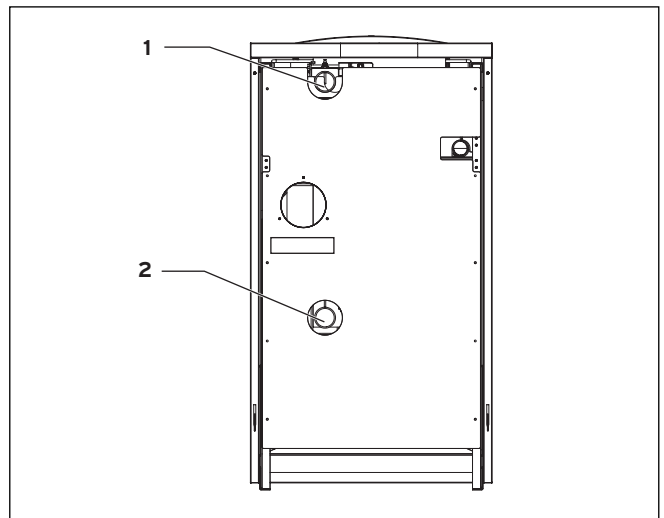

Abb. 5.4 Heizungsseitiger Anschluss (Rückseite des Gas-Brennwertkessels)
- Schließen Sie den Heizungsanlauf am Heizungsanlaufanschluss (1, Abb. 5.4) an.
- Schließen Sie den Heizungsrücklauf am Heizungsrücklaufanschluss (2, Abb. 5.4) an.